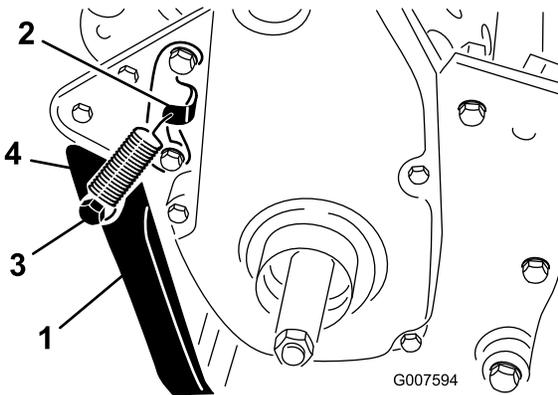

Figure 6
2. Accrochez le ressort au trou de la patte d'accrochage du ressort et au goujon, et alignez les trous de montage de la béquille sur ceux du cadre arrière (Figure 6).
3. Montez la béquille de chaque côté du cadre à l'aide d'un boulon, d'une rondelle-frein, d'une entretoise, d'une rondelle plate et d'un contre-écrou (Figure 6). Placez l'entretoise dans le trou de montage de la béquille.